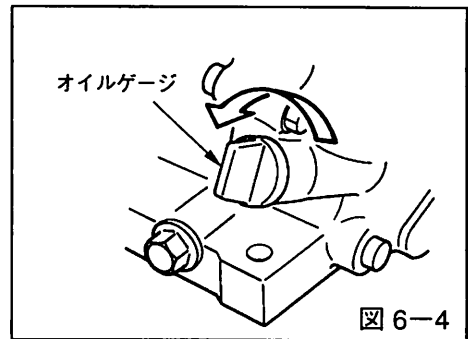

図 6-4
- エンジンの始動前にオイルゲージを反時計方向に回して外し、一度ウエスで拭いた後、ゲージをねじ込まずに差し込んで点検してください。(図6-4参照)